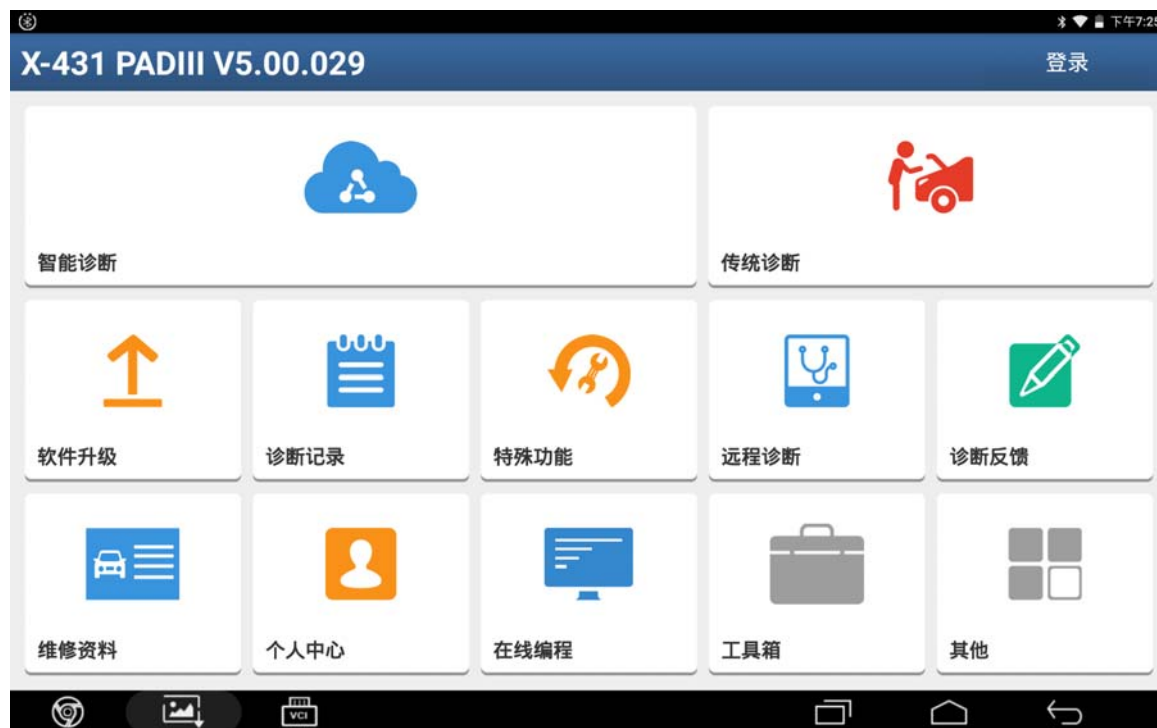

图 1
- 1). 请将诊断接头连接到车上诊断座，打开点火，发动机关闭，打开 PADIII 主页，选择“在线编程”，如图 1；